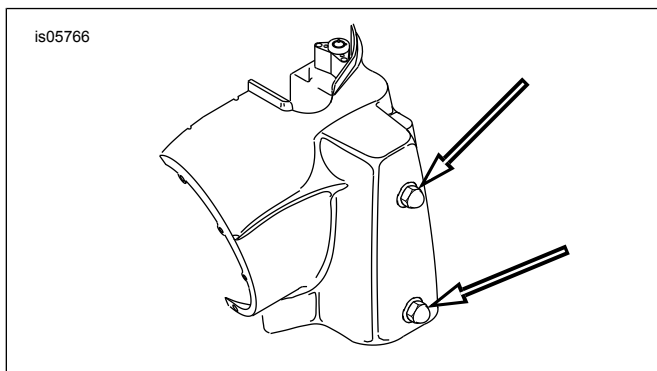

Figure 9. Fixations de la nacelle de phare (modèles FLHR)
3. Voir Figure 9 . Desserrer les deux écrous borgnes fixant la moitié gauche de la nacelle (voir les flèches). Répéter l'opération pour la moitié droite de la nacelle.